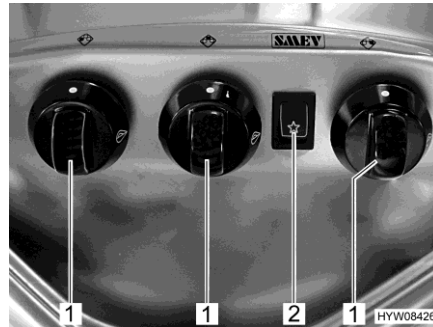

Bild 126 Bedienelemente (Gaskocher)
- Drehregler (Bild 126,1) der gewünschten Brennstelle auf Zündposition (große Flamme) drehen.
- Wippschalter (Bild 126,2) drücken. Am Brenner werden Zündfunken erzeugt.